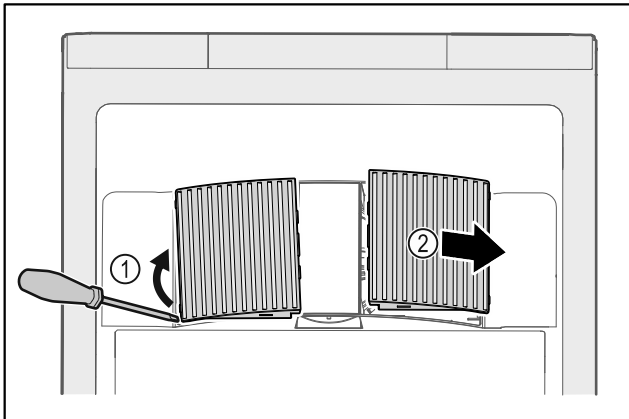

Fig. 164
- Estrarre con cautela i coperchi delle ventole dai lati Fig. 164 (1) e rimuoverli in avanti Fig. 164 (2).